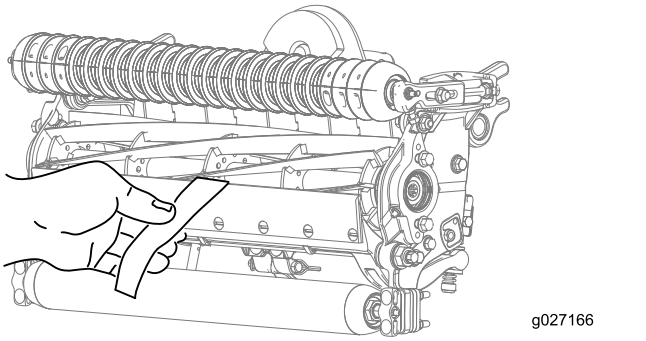

图 8
- B. 在滚刀与底刀之间插入一长条剪切性能纸Toro零件号 125-5610纸要与底刀垂直图 8然后缓慢向前旋转滚刀此操作应能切断性能纸如果不能请重复步骤 A 和 B直至切断为止。
13. 在滚刀与底刀之间插入一长条剪切性能纸 Toro 零件号 125-5610 纸要与底刀垂直图 8 然后缓慢向前旋转滚刀此操作应能切断性能纸如果不能将每个底刀架调节螺栓都顺时针旋转 1 格直至切断为止。